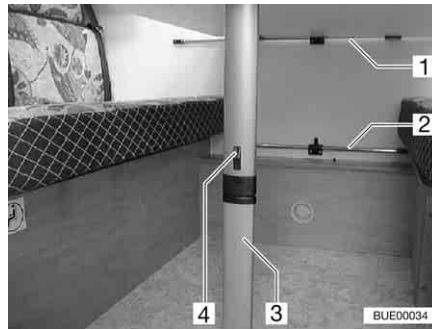

Bild 68 Hängbord med vikbart ben
- Skjut spärren (Bild 68,4) mot bordsskivan.
- Fäll upp den nedre delen av benet (Bild 68,3) 90°.
- Haka ur hängbordet ur den övre bärskenan (Bild 68,1).
- Haka fast hängbordet i den nedre bärskenan (Bild 68,2) och ställ ned det på bordsbenets led.